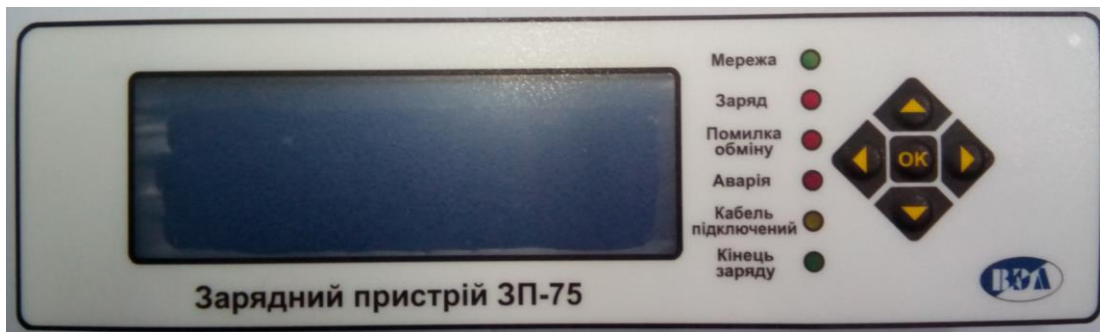

Рис.2. Панель управления и индикации зарядного устройства
- 4. Расположение органов управления и индикации зарядного устройства показано на рис. 2.
- 5. Для удобства контроля режимов работы зарядного устройства при запуске и эксплуатации, предусмотрена светодиодная индикация режимов работы, рис.2.